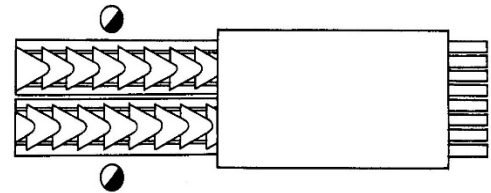

Bild 2
9. Legt man, wie es Normalerweise beim Vorwalken geschieht, die Filze in zwei Reihen in die Maschine ein und eckt nach jedem Durchgang, dann arbeitet man mit zwei Bedienungspersonen, wobei jede Person die ihr zugewandte Reihe eckt, wie es im Bild 2 dargestellt ist. Diese Arbeitsweise ist für die Vorwalke (das Anstoßen) normal.